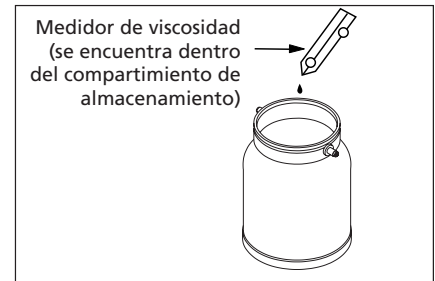

Figura 8 - Medidor de viscosidad
3. Siga los pasos siguientes, chequee la viscosidad del material antes de conectar la pistola al envase de pintura. (Figura 8).